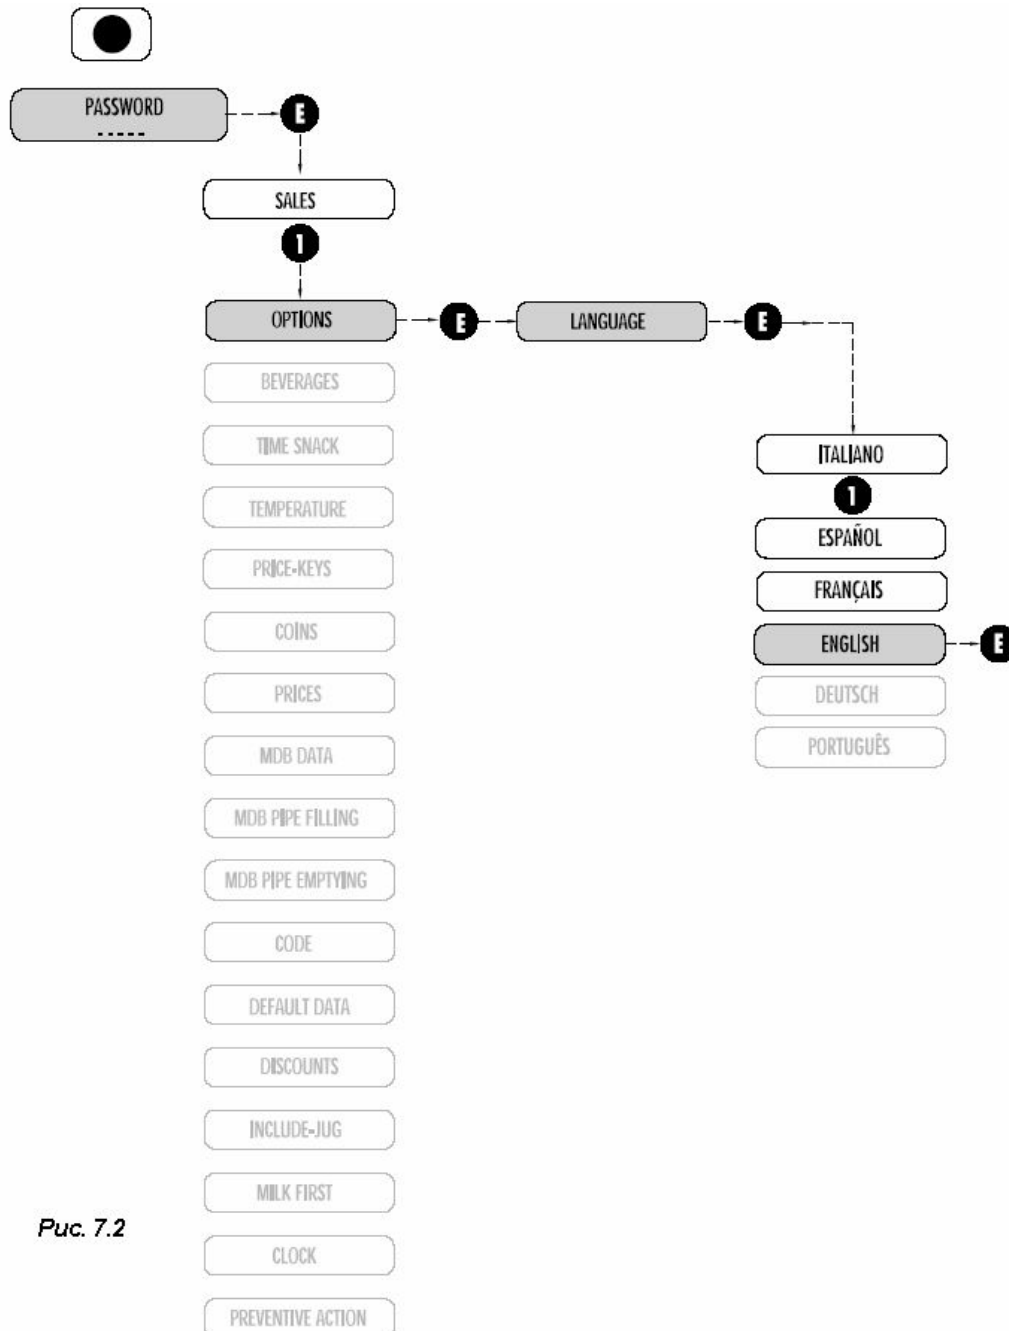

Рис. 7.2
- Сообщения на дисплее могут отображаться на четырех языках, при этом выбора языка осуществляется оператором на установочном этапе (Рис. 7.2) (предусмотрена аппаратная возможность расширения до восьми языков).
7.2.1 Параметры продаж (Рис. 7.2)